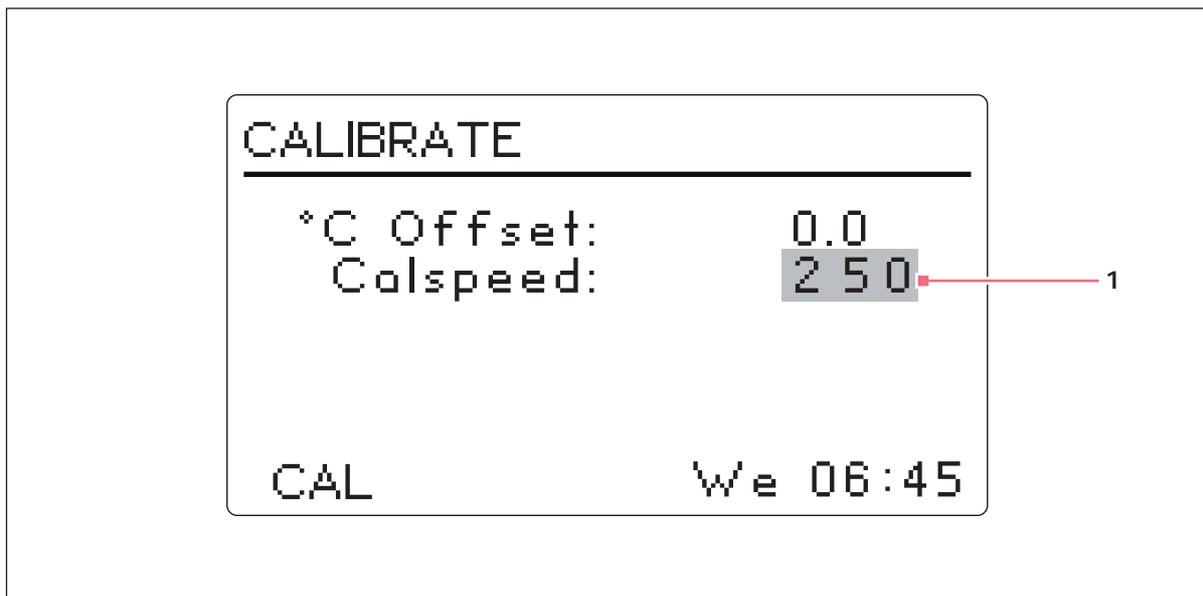

Abb. 5-16: Kalibrierbildschirm (CAL)
1. Rufen Sie mit dem Bedienknopf den Kalibrierbildschirm (**CAL**) auf (siehe Abb. 5-16 auf S. 63).
Mit der Calspeed-Funktion, die im Kalibrierbildschirm (**CAL**) eingestellt wird (siehe Abb. 5-16 auf S. 63), kann die Drehzahl des Schüttelmechanismus kalibriert werden. Die Drehzahl ist werkseitig kalibriert und braucht nur dann neu kalibriert zu werden, wenn eine größere Betriebskomponente (z. B. der Antriebsriemen) ausgewechselt wurde.